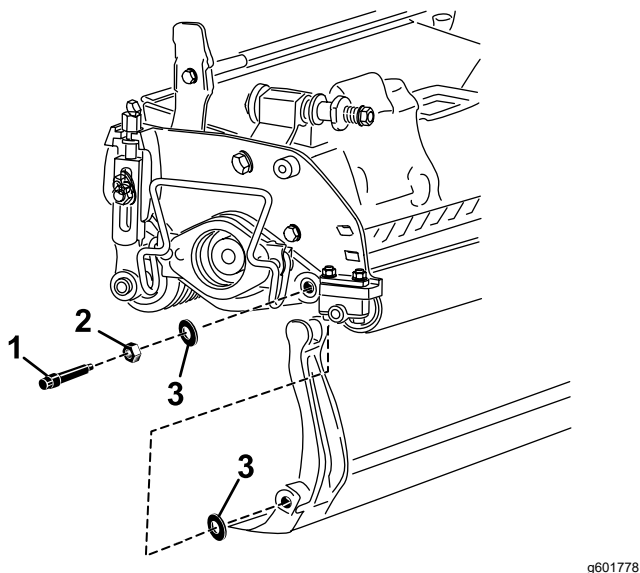

Figure 15
Mettez de côté 2 rondelles en nylon à chaque extrémité de la barre d'appui (**Figure 15**).
3. Placez une rondelle en nylon de chaque côté du bossage de la plaque latérale. Placez une rondelle en acier à l'extérieur de chaque rondelle en nylon (Figure 15).